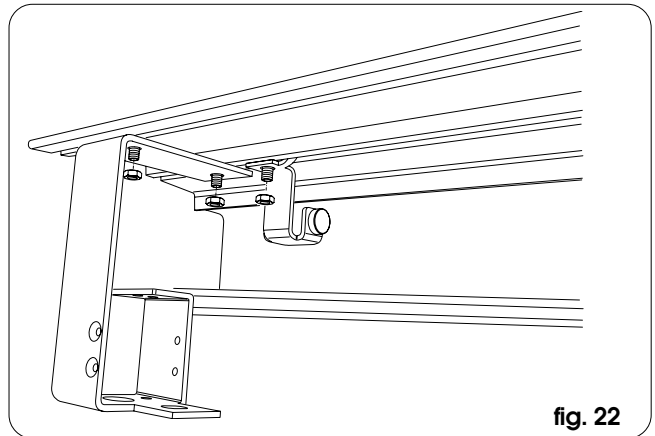

fig. 22
- Fixer aux extrémités de la poutre, les pattes latérales en utilisant les vis tirantes qui se trouvent le plus à l'extérieur, disposées précédemment (fig. 22).
- Pour la porte à un seul vantail: monter sur le profil de soutien les butées de fermeture et d'ouverture d'après la fig. 22 en utilisant les vis tirantes qui se trouvent le plus à l'extérieur parmi celles qu'on a disposé précédemment et qui n'ont pas encore été utilisées.
- Sur les portes à double vantail: monter les butées d'ouverture d'après la fig. 22 en utilisant les vis tirantes qui se trouvent le plus à l'extérieur parmi celles qu'on a préparé précédemment et qui n'ont pas encore été utilisées.